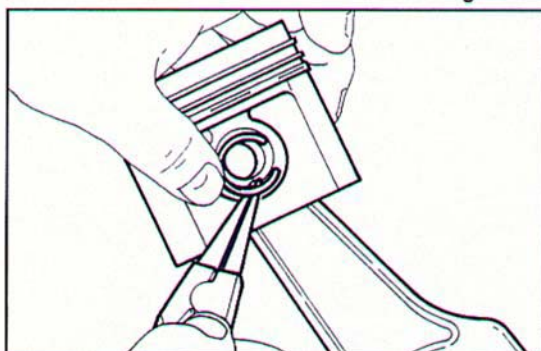

Fig. 89 ▼
- togliere gli anelli di fermo, estrarre lo spinotto e separare la biella dal pistone (**Fig. 89**).
- take out the circlips, take out the piston pin and separate the connecting rod from the piston (**Fig. 89**).